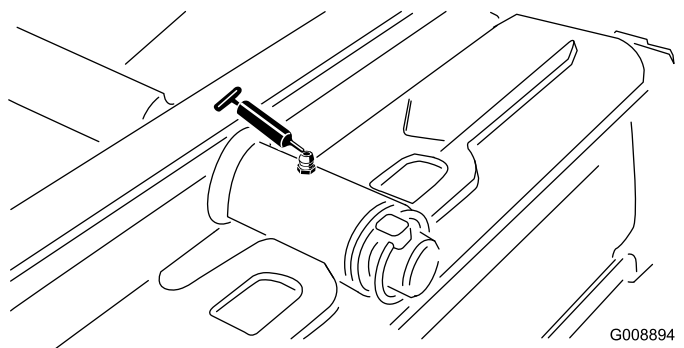

Figura 33
- Pivotal unitate de tăiere spate (Figura 33)